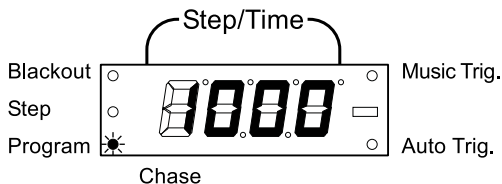

Fig.4
1. Tenere premuto per circa 3 secondi il tasto **[PROGRAM]**; il LED posizionato sul display lampeggia velocemente (fig.4).